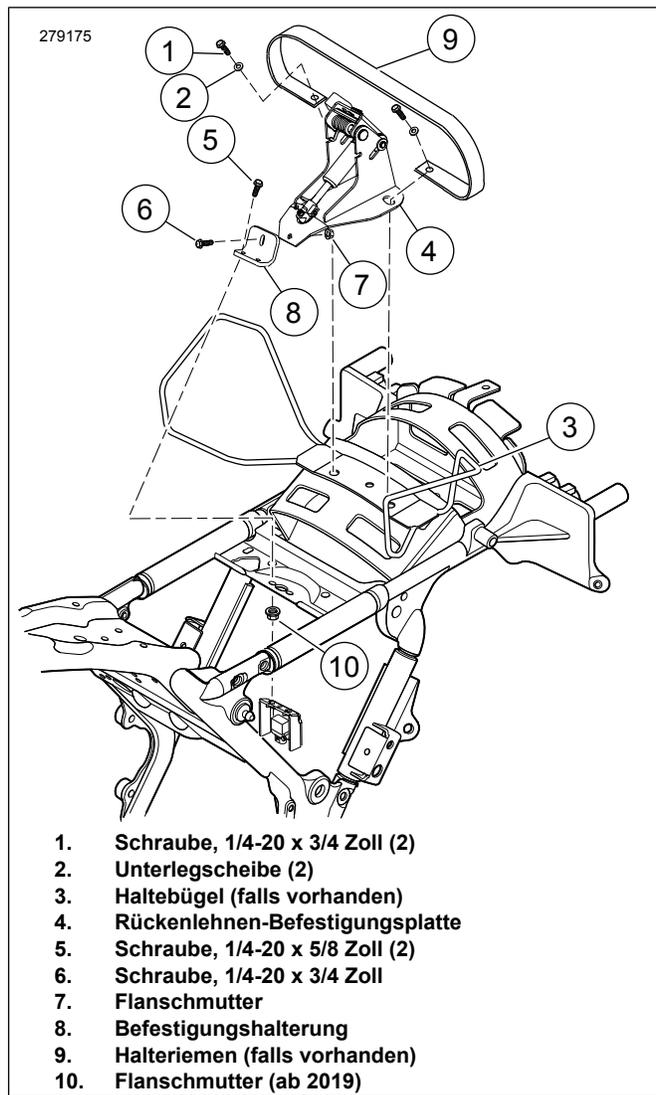

Abbildung 3. Die Rückenlehnen-Befestigungsplatte einbauen
3. Abbildung 3 Die Befestigungshalterung (8) mit Schraube (6) und Flanschmutter (7) an Befestigungsplatte (4) anbringen. Schraube anziehen.
4. Abbildung 3 Die vordere Befestigungshalterung (8) einbauen.